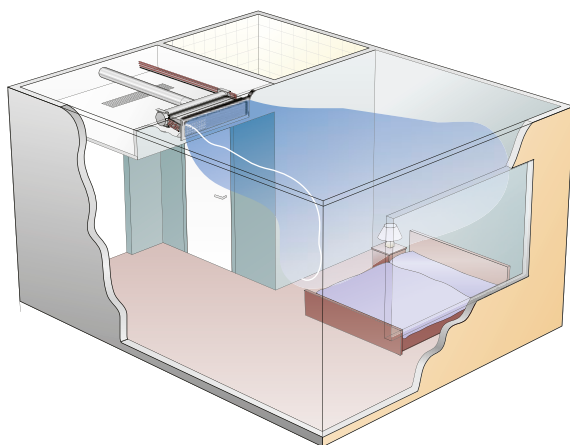

Figura 3. PRIMO montato a soffitto in una camera d'albergo.
- PRIMO montato al soffitto per soluzioni di climatizzazione interna per alberghi, ad esempio (Figura 3).